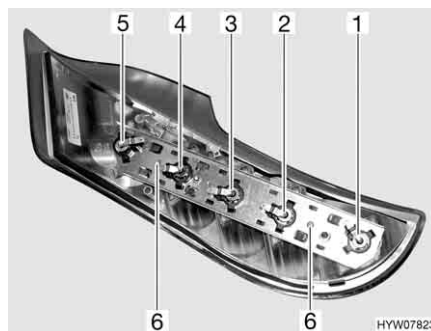

Fig. 172 Luci posteriori (lato posteriore)
- Svitare le due viti Torx (Fig. 172,6) del listello di supporto poste sul lato posteriore dell'involucro.